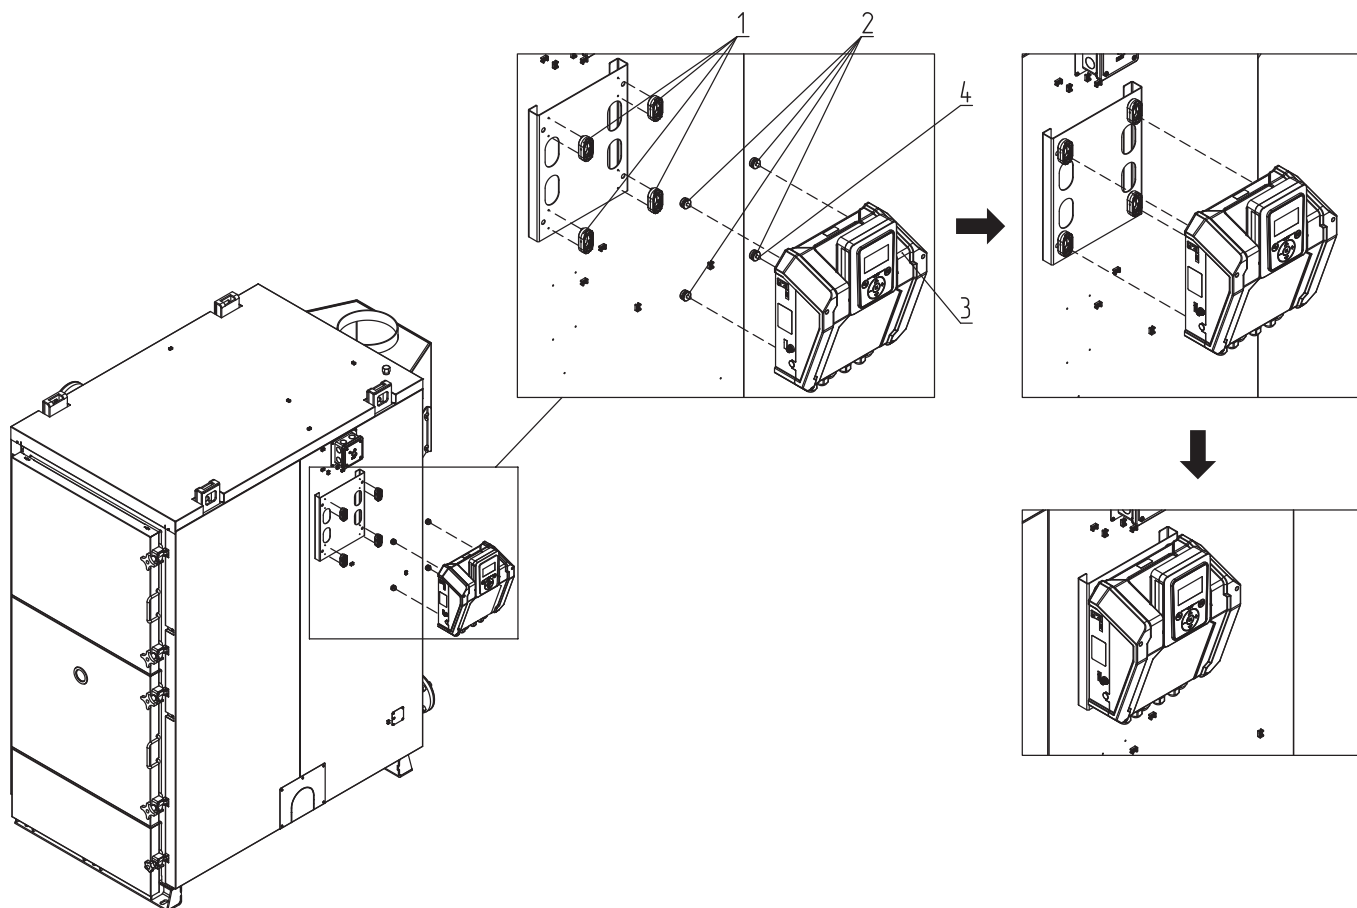

Рис.18 Монтаж контроллера
2. С помощью саморезов (**Рис.18, поз.4**) прикрепите к контроллеру (**Рис.18, поз.3**) втулки крепления (**Рис.18, поз.2**);
3. Фиксаторы крепления (**Рис.18, поз.1**) прикрепите к кронштейну установленному на обшивке котла с помощью саморезов (**Рис.18, поз.4**);
4. Контроллер со втулками (**Рис.18, поз.2**) установите на фиксаторы крепления (**Рис.18, поз.1**) и зафиксируйте, сдвинув контроллер вниз.